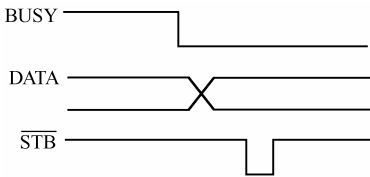
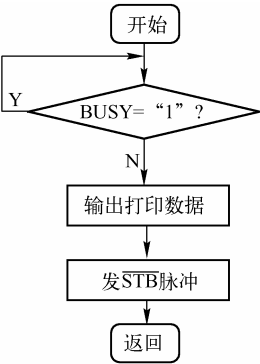

图 6.7 打印机时序
图 6.8 程序流程图
用 MCS-51 单片机扩展 8255A 电路外接打印机。PA 口工作在基本输出方式接打印机 8 位数据线，作为打印数据输出。PC 口高 4 位工作在基本输入方式，PC4 接打印机 BUSY，以查询方式进行控制。PC 口低 4 位工作在基本输出方式，PC0 接打印机/STB，其时序如图 6.7 所示。可用按位置位/复位输出锁存脉冲。
(2) 打印子程序。当忙信号 (BUSY) 为 “0” 时打印机才能接收打印字符，所以要先查询 PC4，PC4= “0” 时，输出打印字符，然后在 PC0 输出锁存脉冲 (STB)。其时序如图 6.7 所示。如图 6.8 所示是其程序流程图。